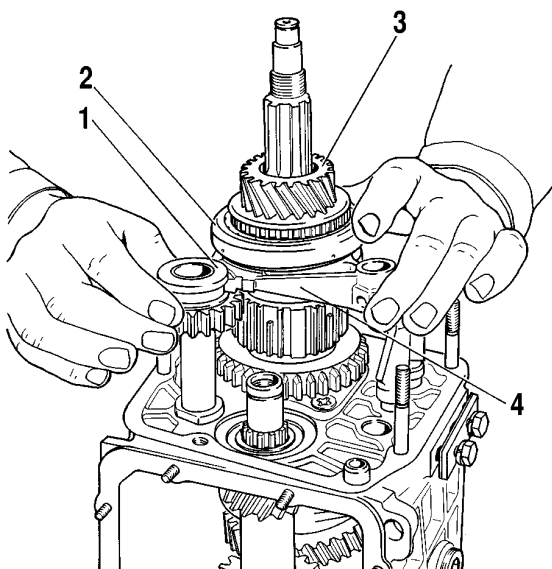

Bild 3-23. Ausbau des Zwischenrads für Rückwärtsgang und des Zahnrads für 5. Gang im Satz mit Synchronisator und Gabel:
Gleichzeitig das Zwischenrad 1 (Bild 3-23) für Rückwärtsgang von der Achse sowie das Zahnrad 3 im Satz mit der Muffe und Gabel 4 von der Hauptwelle abnehmen.
- Gleichzeitig das Zwischenrad 1 (siehe Bild 3-23) für Rückwärtsgang, das Zahnrad 3 und die Gabel 4 einsetzen,